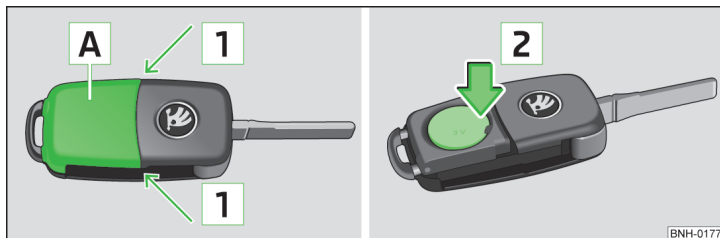

Abb. 190 Abdeckung abbauen / Batterie herausnehmen
- Die Batterieabdeckung **A** » Abb. 190 mit dem Daumen oder mit einem Schlitzschraubendreher im Bereich der Pfeile **1** lösen.